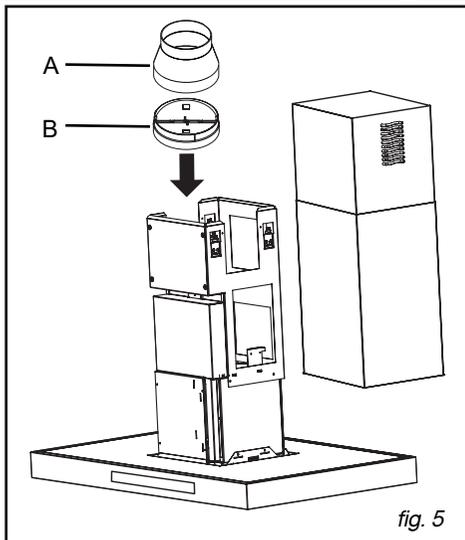

fig. 5
– No modo de evacuação exterior, instale a válvula de retenção na saída do motor (fig. 5-B). Esta válvula de retenção permite obstruir a entrada de ar vindo do exterior.
– Se possuir um tubo com 125 mm de diâmetro, utilize o adaptador fornecido (fig. 5-A). Se o tubo exterior for inferior a 125 mm, é obrigatório ligar o exaustor em modo de reciclagem.